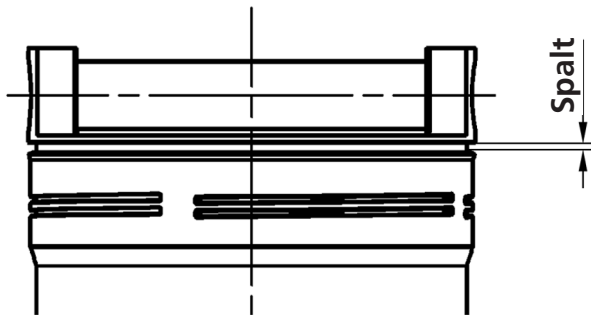

Abb. 4: Spalt zwischen Deckel und Gehäuse
- › Der Deckel des Filtergehäuses muss richtig geschlossen sein. Drehen Sie den Deckel ggf. mit der Hand bis zum Anschlag; es kann ein Spalt zwischen Deckel und Gehäuse sichtbar bleiben (siehe Abb. 4)